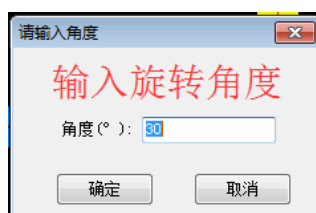

图 2-23 输入旋转角度
- ③ 单击鼠标左键指定一点以确定要旋转的角度，则所选构件图元将会按该角度旋转，在弹出的提示框中输入旋转角度，如图 2-23 所示。